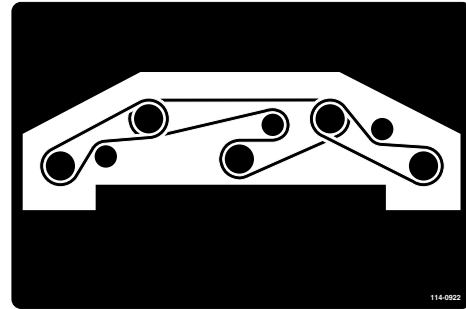

Figura 116
- Infilate la nuova cinghia attorno alle pulegge del mandrino e al gruppo puleggia tendicinghia (Figura 116).